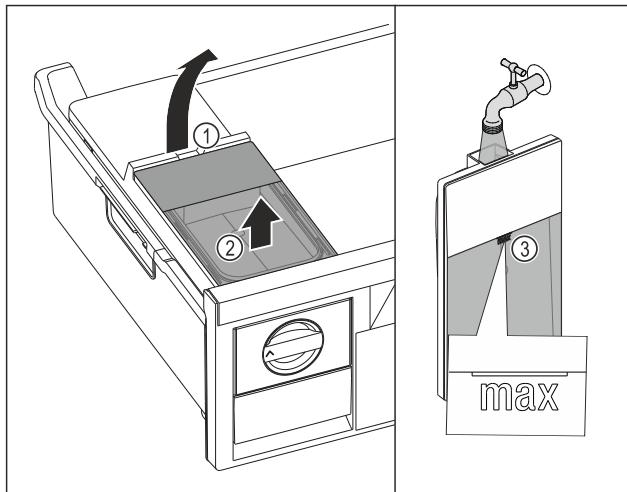

Fig. 81
- ▶ Nádržku na vodu nadvihnite za vybranie Fig. 81 (1).
- ▶ Nádržku na vodu odoberete nahor. Fig. 81 (2)
- ▶ Nádržku na vodu naplňte pitnou vodou po značke Fig. 81 (3).